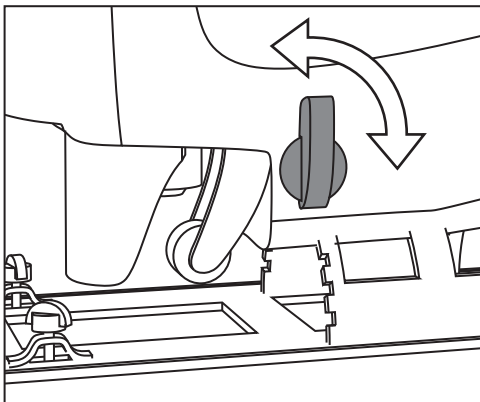

Рисунок 6. Переключение маятниковых режимов (0 - 3)
3. Режим маятникового хода пилки (рис. 6). В данной модели электрического лобзика существует возможность выбора режима пиления. Для этого служит переключатель маятникового хода расположенный слева в нижней части машины. Маятниковый ход позволяет пильному полотну при движении вниз отклоняться назад. Благодаря этому зубцы пилки режут материал только при ее движении вверх – вследствие этого увеличивается производительность и удлиняется срок службы пильного полотна.